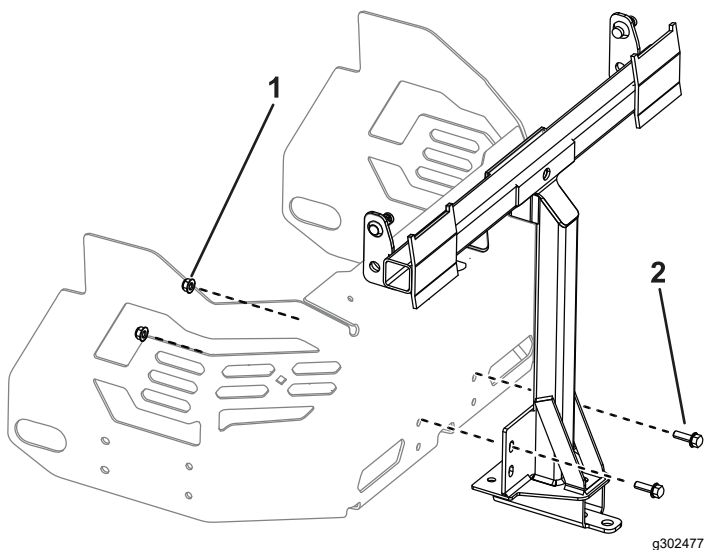

Figura 15
4. Blago pričvrstite okretni ram na ram mašine pomoću 2 zavrtnja ($\frac{5}{16} \times 1$ ") i 2 kontranavrtke ($\frac{5}{16}$ ") kako je prikazano na Figura 15.
6. Pritegnite 2 zavrtanja (5/16 × 1") i 2 kontranavrtke (5/16") kako je prikazano na Figura 15.